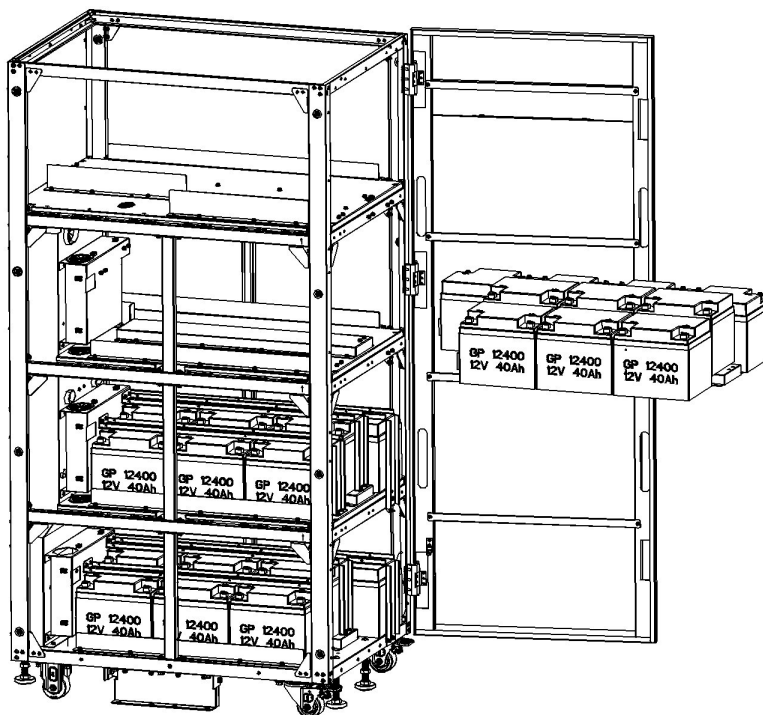

Figure 5-48
7. Réinstaller les 2 supports de rétention des batteries avec les vis de la couche 2 (Figure 5-48).
8. Installer 10 modules de batteries dans la couche 3. (Figure 5-48).